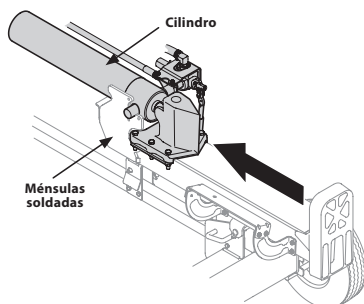

Figura 7
16. Levante y deslice el cilindro hacia arriba hasta el tope de la vigueta y dentro de los soportes soldados. Vea la Figura 7.